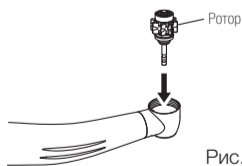

Рис. 9
- 3) Установите ротор, вставив его вертикально в головку (Рис. 9).